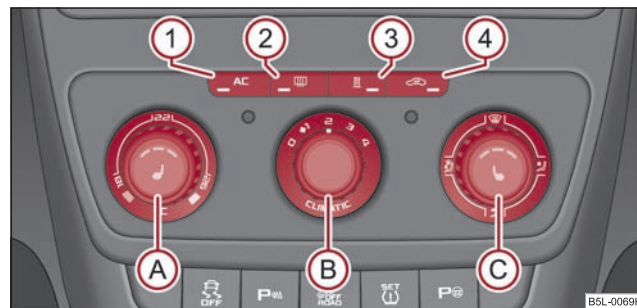

Fig. 102 Climatic: Elementele de comandă
Instalația de răcire funcționează numai când tasta  ① => fig. 102 este apăsată și se îndeplinesc următoarele condiții:
- Rotiți regulatorul rotativ  A => fig. 102 spre dreapta pentru a mări temperatura. ►
- Apăsăți tasta **(AC)** **(1)** ⇒ pagina 98, fig. 102. Lampa de control din tastă se va aprinde.
– Apăsați tasta  4 ⇒ pagina 98, fig. 102, lampa de control din tastă se aprinde.
Când regulatorul C se află în poziția  ⇒ pagina 98, fig. 102, recircularea aerului este oprită automat. Prin apăsarea repetată a tastei  puteți porni recircularea aerului și în această poziție.